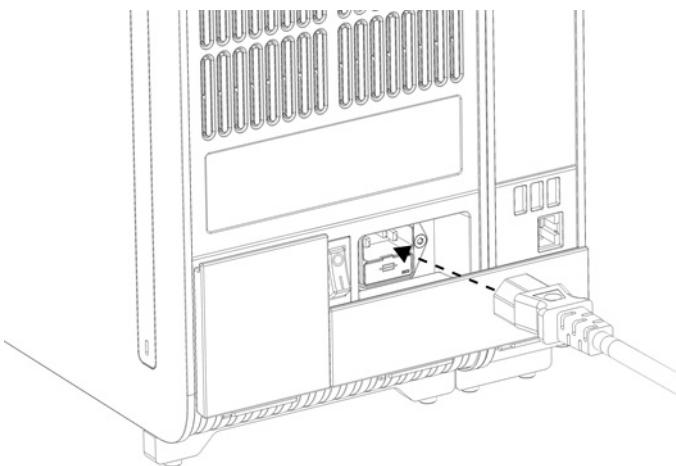

Figura 10. Collegamento del cavo di alimentazione.
7. Collegare il cavo di alimentazione fornito con il QIAstat-Dx Analyzer 2.0 sul retro del modulo analitico (Figura 10).